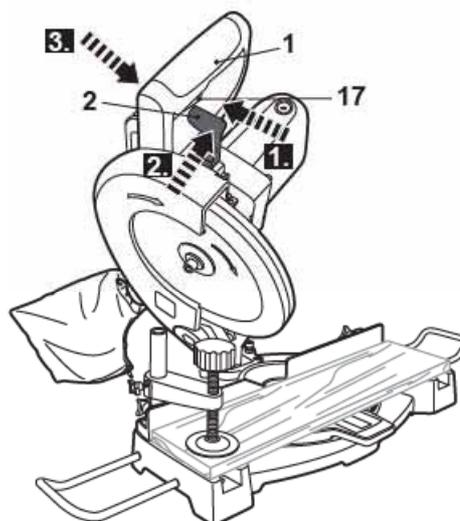

Fig. 27
- > Tenez solidement la poignée [1] et appuyez sur le bouton marche/arrêt [17] (Fig. 27, étape 1). Attendez que la lame tourne à sa vitesse maximale.
- > Appuyez sur la manette de retrait du capot [2] (Fig. 27, étape 2) et faites descendre lentement la lame dans la pièce (Fig. 27, étape 3).